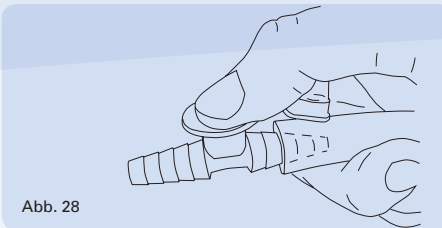

Abb. 28
2. Steuern Sie den Absaugvorgang und das gewünschte Vakuum mit der Nebenluftöffnung am Fingertip (Beispiel in Abb. 28)